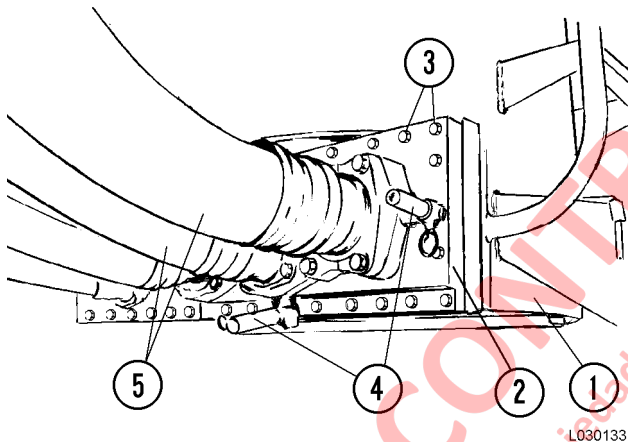

FIGURA 3-19. DESMONTAJE DEL COLADOR
3. Desconecte las mangueras de succión de la bomba (5, Figura 3-19).
4. Retire los tornillos y las arandelas de seguridad (3) que aseguran la cubierta (2) al tanque hidráulico. Retire y deseche la empaquetadura.
2. Utilice una empaquetadura nueva para la cubierta, coloque la cubierta (2, Figura 3-19) en su posición e instale los tornillos y las arandelas de seguridad (3). Apriete los tornillos al torque estándar.
5. Abra ambas válvulas de corte de la línea de succión (4). Afloje los tornillos (en la bomba) de las mangueras de succión, para purgar el aire restante. Luego, afloje los tornillos (en la bomba) de las mangueras de presión, para purgar el aire restante. Apriete todos los tornillos firmemente.